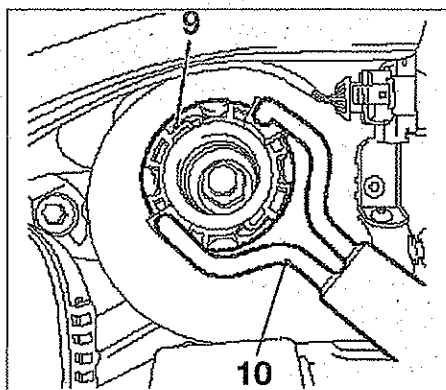

FIG. 4
- Encajar el anillo de seguridad nuevo (9) de retención superior del elemento de suspensión. Utilizar para ello un útil apropiado (10) o el útil Opel (ref: KM-6384) (fig. 4).